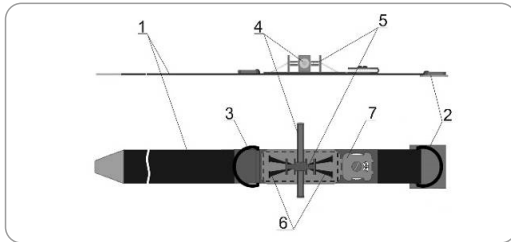
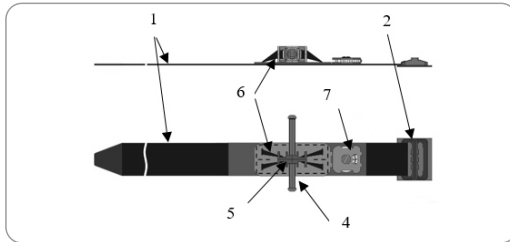

Рис. 3 Устройство жгута кровоостанавливающего ЖК-01-«Медплант»
Рис. 4 Устройство жгута кровоостанавливающего ЖК-02-«Медплант»
5.1. Устройство жгута представлено на рис.3 и рис.4.